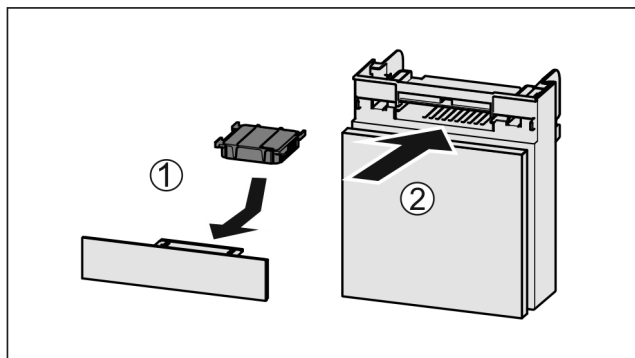

Fig. 115
- ▶ Inserire il vano Fig. 115 (2).